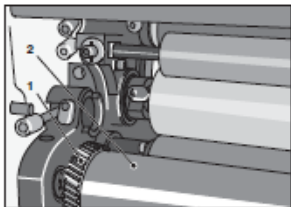

図 15 ギアを押し込む
1. ギア (図 15/1) を操作側に押しながら、水元ローラのドライブの噛み合わせを外します。
2. 水元ローラ (図 15/2) の操作側をわずかに持ち上げ、湿し装置から取り出します。